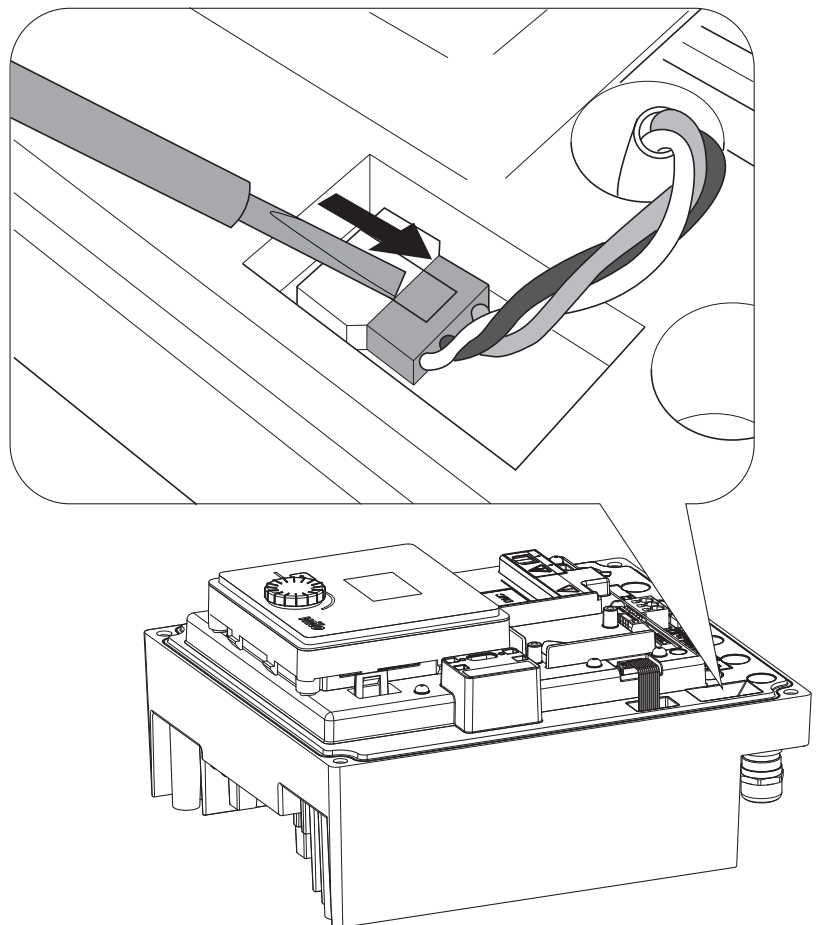

Fig. 46: Débrancher le câble de raccordement du ventilateur du module
- Retirer le câble de raccordement du ventilateur du module. (Fig. 46).